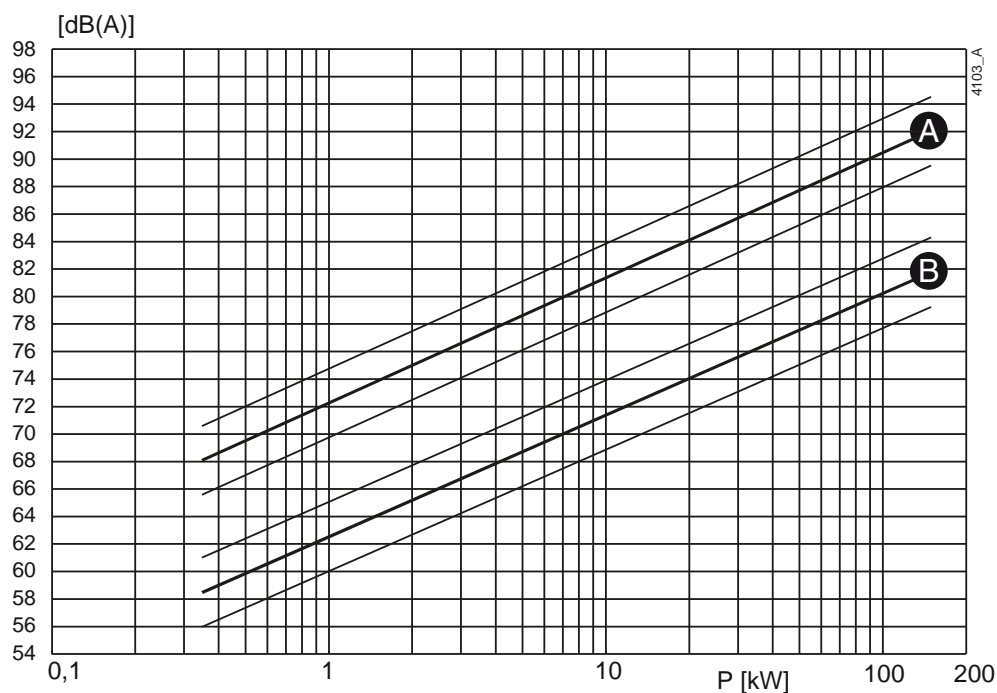
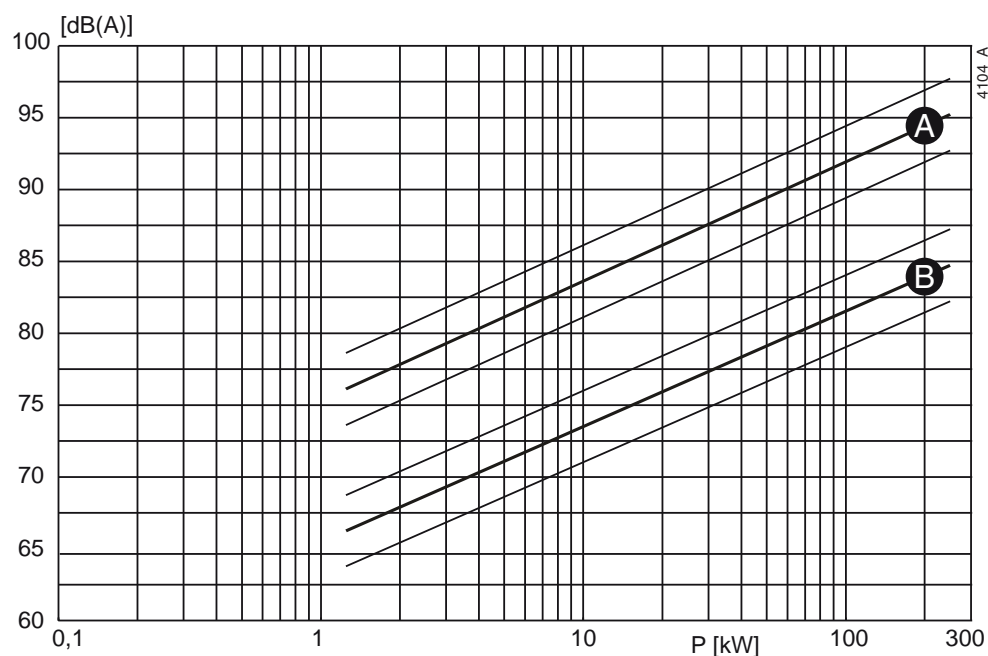

Bild 43: Ljudnivå som funktion av pumpeffekt [kW] vid 1450 min^{-1}
Bild 44: Ljudnivå som funktion av pumpeffekt [kW] vid 2900 min^{-1}
- 1 Bestäm ljudnivå (L1) för pumpen figure 43 eller figure 44.